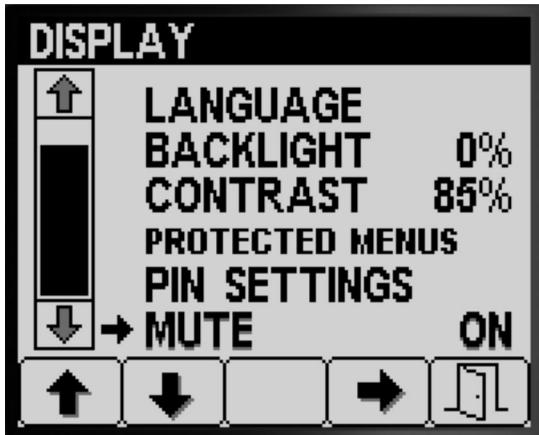

Figura 30
- Premete il pulsante 1 o 2 per navigare fino all'opzione MUTE (Figura 30).